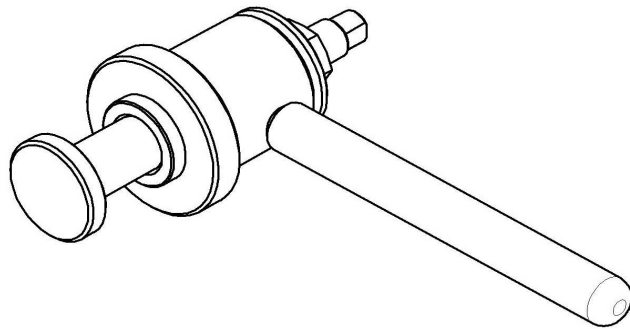

Рис. 30. Приспособление для запрессовки манжет.
- Используя приспособление манжет (см. рис. 30) установить манжету 1;